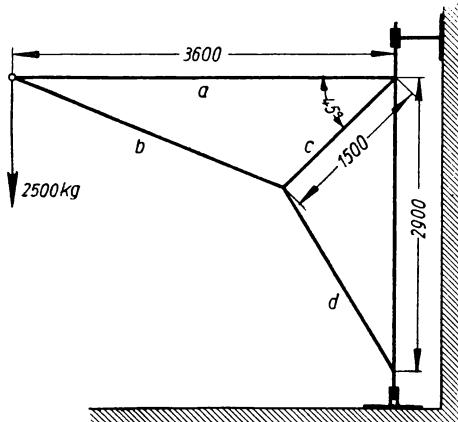

Bild 50
- 172.** Ein Drehkrangerüst (Bild 50) mit geknickter Strebe bd hat die gegebenen Maße. Die Spannkräfte, die eine am Auslegerkopf hängende Last 2500 kg in den Fachwerkstäben a , b , c und d erzeugen, sollen auf zeichnerischem Wege ermittelt werden.